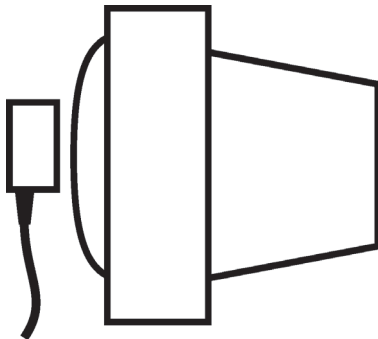

Рис.2 – Измерения яркости экранов
6.2.4.4 Зафиксируйте измерительную головку с ФПУ в контрольной точке измерений оптического излучения, на расстоянии 1-4 мм от экрана (см. Рис.2). При этом яркость объекта в поле зрения датчика должна быть равномерной.